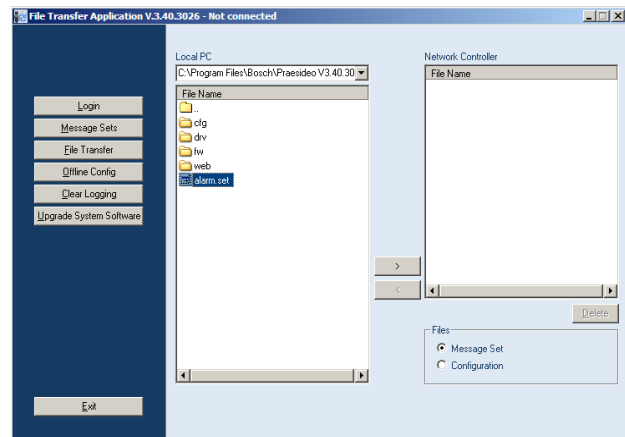

Abbildung 44.10: Übertragen eines Durchsagensatzes
- 1 Loggen Sie sich zunächst in die Anwendung *Dateiübertragung* ein und klicken Sie anschließend auf die Schaltfläche *Dateiübertragung*. Es wird ein Bildschirm angezeigt, der Abbildung 44.10 ähnelt.